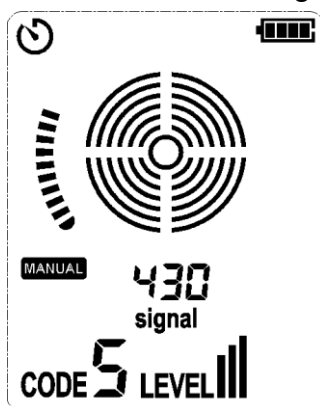

Figura 7.2.3c Segnale rilevato
3. Eseguire la scansione di tutti gli interruttori in sequenza casuale. Eseguire più volte la scansione degli interruttori per osservare l'intensità del segnale visualizzato sul display LCD, finché non viene identificato il pannello dell'interruttore con il segnale più forte. Durante la scansione, la sensibilità deve essere regolata ripetutamente, per evitare che la precisione sia influenzata da un segnale di intensità eccessiva. Come mostrato nella Figura 7.2.3c.